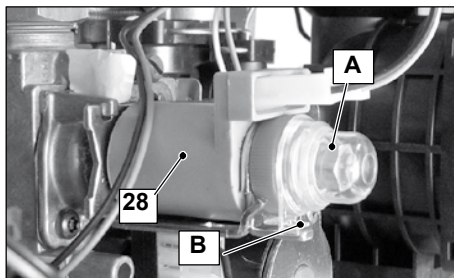

Figura 7.2
- Rimuovere il tappino di protezione A dell'operatore modulante 28 in Figura 7.2 ruotandolo in senso orario per liberarlo dal fermo B e facendo leva con un cacciavite piatto nella scanalatura.
- Rimontare il tappino di protezione A in Figura 7.2 .